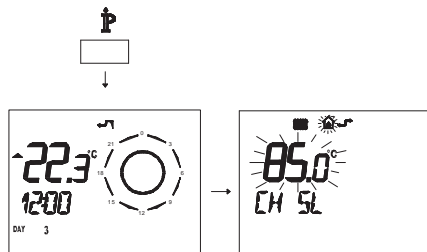

Рисунок 5.47
- Нажмите и удерживайте 3 секунды кнопку **P**, чтобы войти в режим **INFO** (Рисунок 5.47).